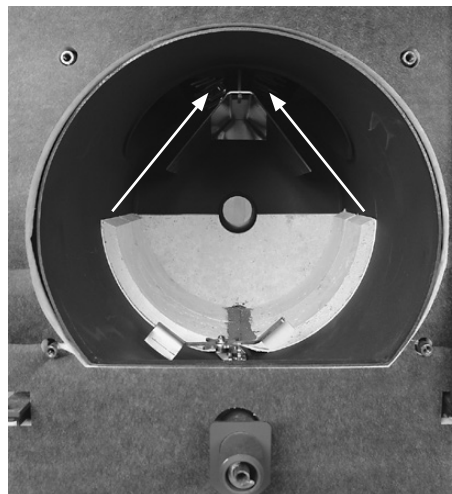

Fig. 10
11. Retirer les cendres de la chambre de combustion et au niveau de la tôle de guidage; le mieux est d'utiliser un aspirateur. En particulier l'entrée des gaz de combustion dans les tirages verticaux (flèches - Fig. 10) doit être nettoyée avec soin.